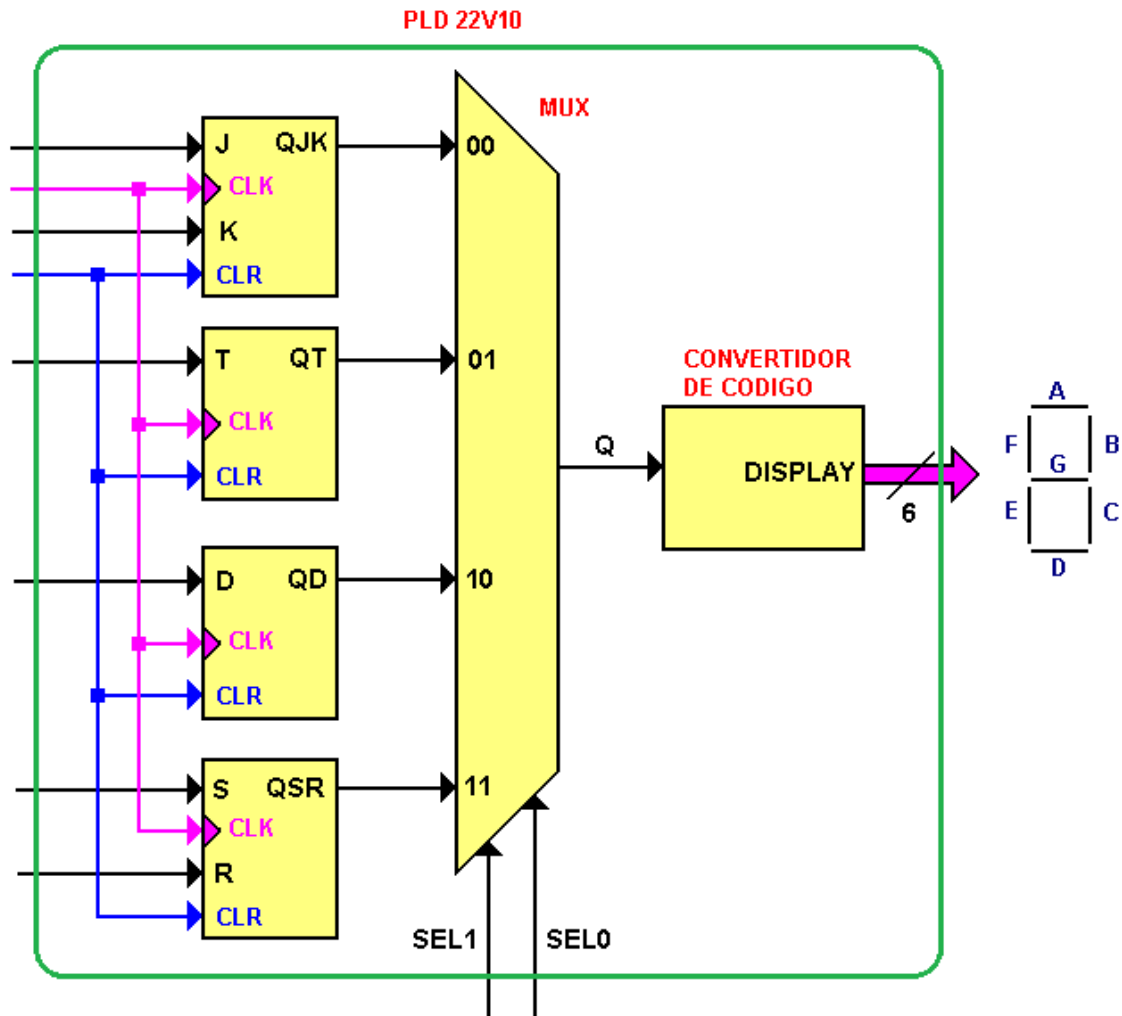

Ilustración 1 Diagrama a bloques del diseño a realizar.
1. Realizar un programa en HDL que permita implementar el diseño de la ilustración 1.
En la ilustración 1 se muestra el diseño completo a programar donde interviene un FF-JK, un FF-T, un FF-D, un FF-SR, un multiplexor y un convertidor de código. El multiplexor funciona de acuerdo a la tabla 1.